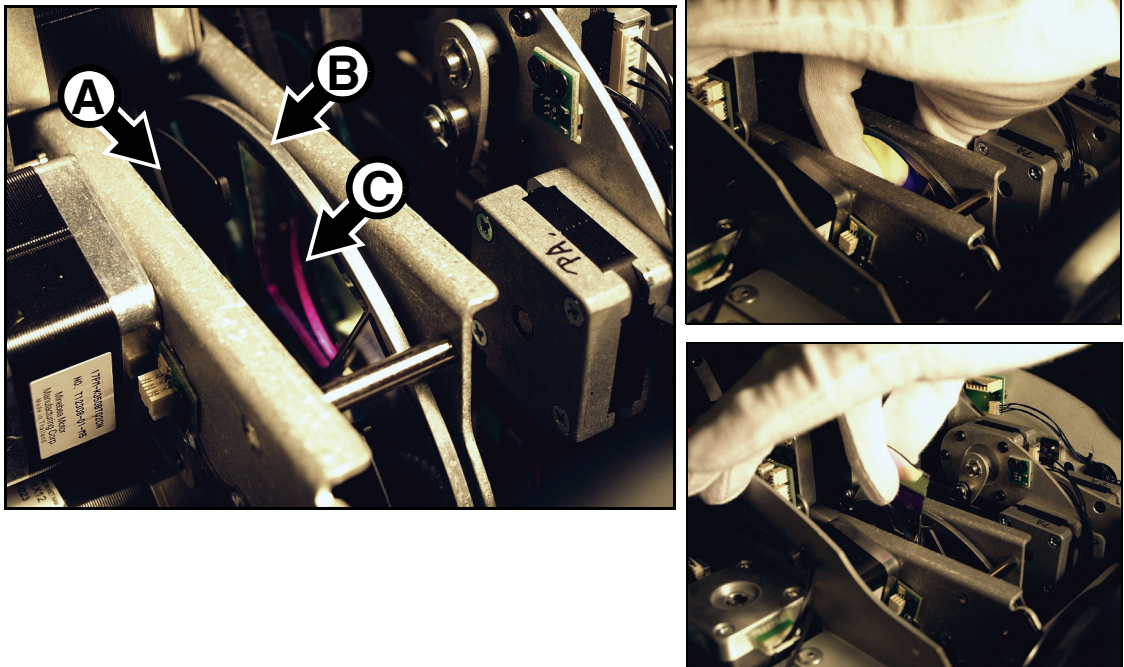

Bild 22: Entfernen eines Farbfilters
3. Siehe Bild 22. Entfernen Sie ein Gobo des linken Goborades **A** wie im Abschnitt "Austauschen drehbarer Gobos" auf Seite 22 beschrieben (beachten Sie die Ausrichtung des Indexmagneten des Gobohalters auf einen Referenzpunkt), damit Sie Zugriff auf beide Seiten des Farbrades **B** haben.